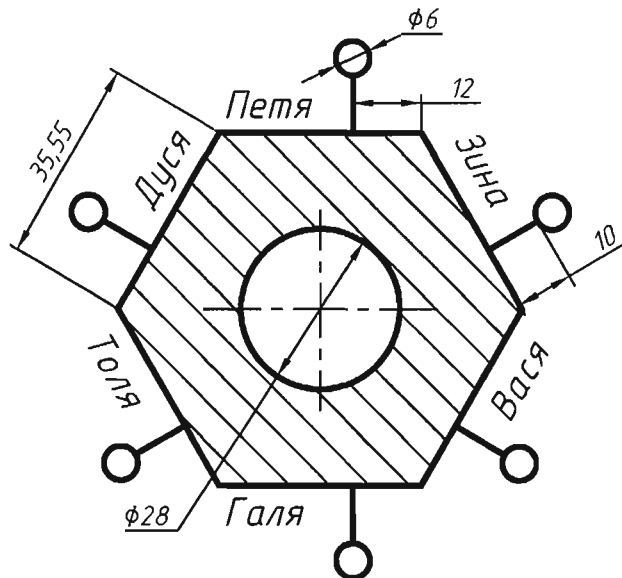

Рис. 7.2. Чертеж к заданию №2
7.2.2. Выполнить чертеж, написать тексты. Шрифт ГОСТ\_Б высотой 5 мм. (рис. 7.2).